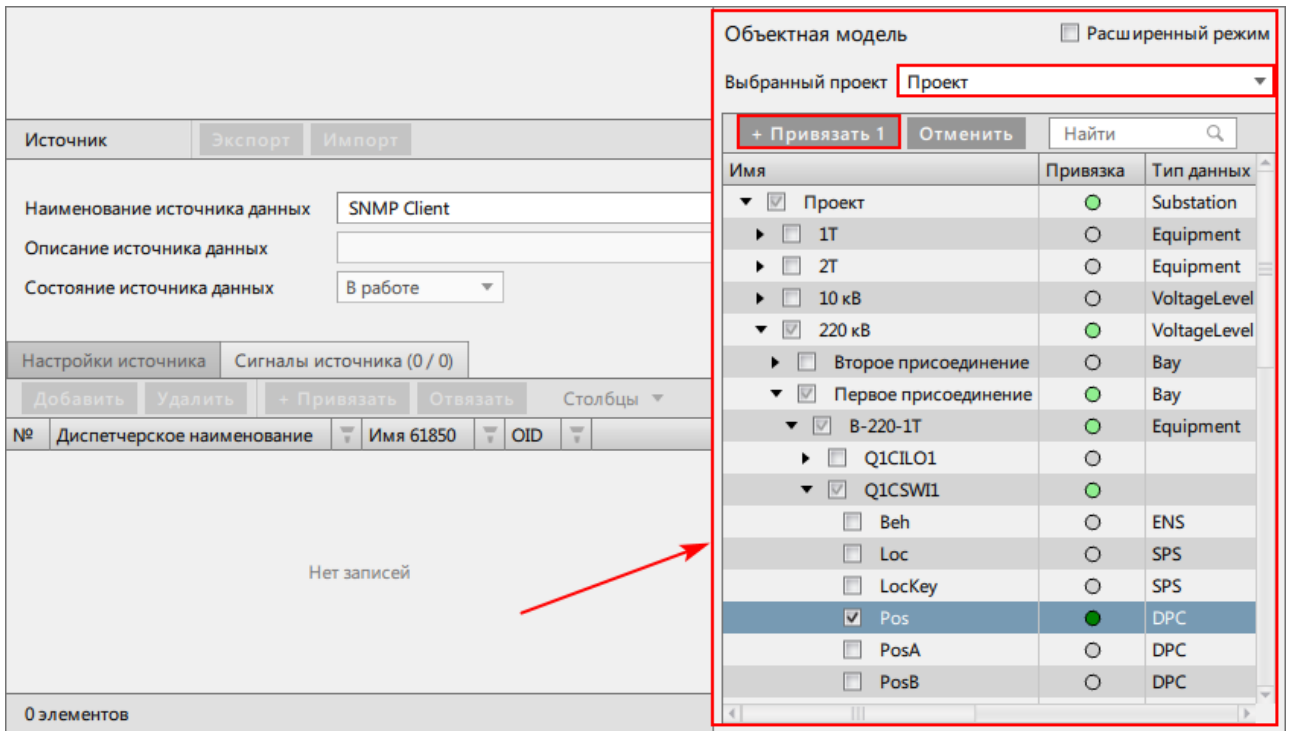

Рисунок 237 - Объектная модель
8. Нажмите **+ Привязать** (Рисунок 237).